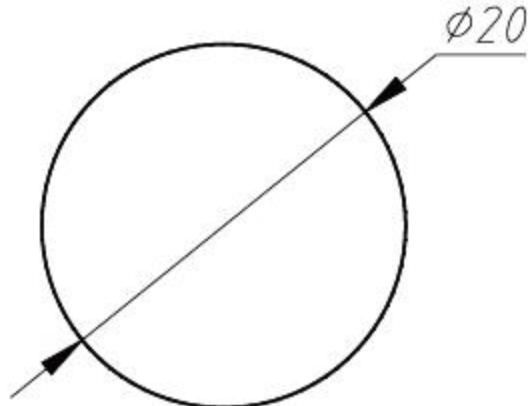

图3-47 指定直径绘制圆
- 圆心、直径（D）：用圆心和直径方式绘制圆，如图3-47所示。